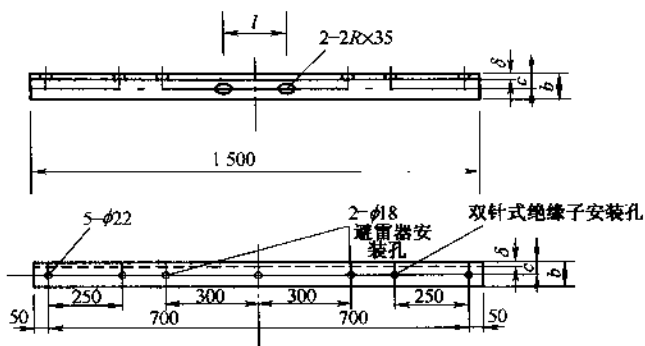

图3 铁横担线路横担制作图
(2) 横担加工图及其尺寸范围表 (见图 3 及表 1)。
表1 图3横担尺寸及适用范围表 (mm)